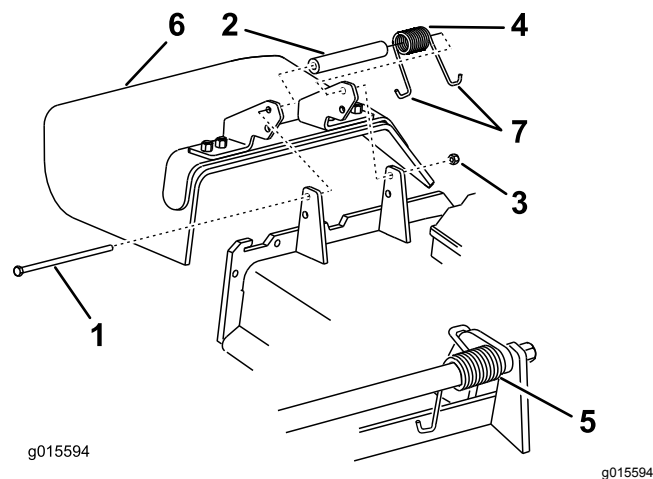

Figura 122
Nota: Verificate che un'estremità a J della molla si trovi dietro il bordo del piatto di taglio prima di montare il bullone, come illustrato in Figura 122.
6. Infilate un'estremità a J della molla attorno al deflettore di sfalcio (Figura 122).
1. Togliete il dado di bloccaggio, il bullone, la molla e il distanziale che fissano il deflettore alle staffe orientabili del tosaerba (Figura 122).
2. Togliete il deflettore di sfalcio se è danneggiato o consumato (Figura 122).